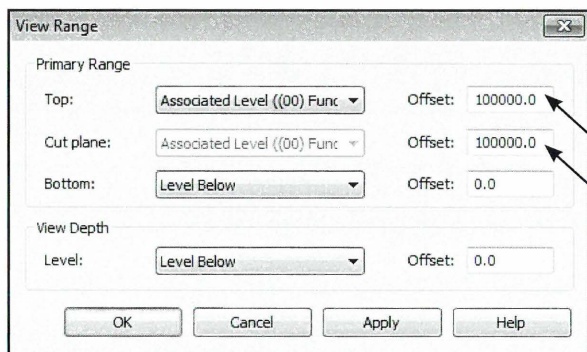

Fig. 10.03. Tjek indstillingerne i *View Range* at de har en passende højde.
- Tjek at indstillingerne passer med Fig. 10.03. Eller at de har en tilstrækkelig højde i *Top* og *Cut Plane*.
Hvis du ikke allerede har et *Level* du kan anvende, kan du oprette et almindeligt *Level* i en *Elevation*, omdøbe til *Site/situationsplan* og derefter indstille *View Range* som på Fig. 10.03.